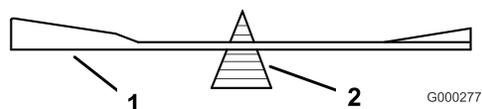
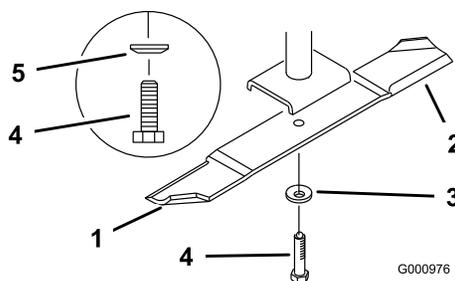

Figura 87
Figura 88
2. Togliete il bullone, il disco elastico e la lama dall'asse del fusello (Figura 88).
2. Controllate l'equilibrio della lama posizionandola su un bilanciatore (Figura 87). Se la lama rimane in posizione orizzontale, è bilanciata e può essere utilizzata. Se la lama non è bilanciata, limate del metallo soltanto dalla costa (Figura 88). Ripetete la procedura finché la lama non è perfettamente bilanciata.